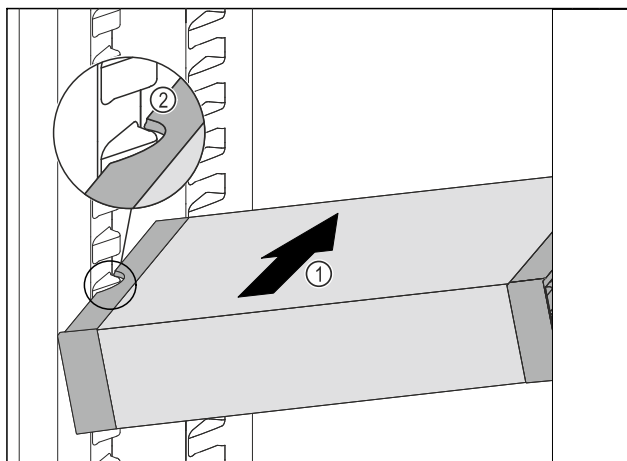

Fig. 205
- Futni pjerrtas VarioSafe në pjesën e ftohjes Fig. 205 (1), derisa foletë anësore Fig. 205 (2) të VarioSafe të jenë në lartësinë e brinjëve të kutisë në pjesën e ftohjes.